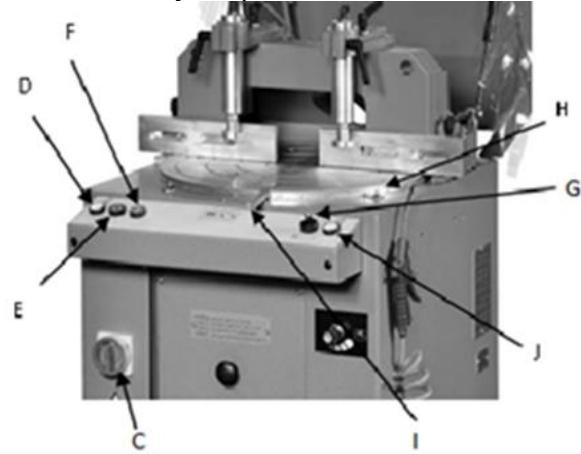
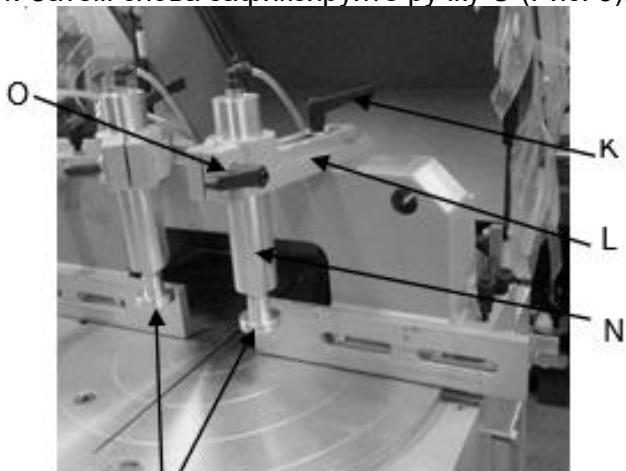

Рис. 4
Рис. 5
Панель управления (Рис. 4)
1. Включите главный выключатель C (Рис. 4).
2. Закрепите заготовку, повернув переключатель G (Рис. 4), который активирует прижимы M (Рис. 5).
4. Нажмите зеленую кнопку F (Рис. 4), чтобы запустить двигатель.
5. Нажмите одновременно обе кнопки D и J (Рис. 4), чтобы запустить отрезной диск и подачу смазки.
6. Разожмите заготовку при помощи переключателя G (Рис. 4).
9. Отключите двигатель при помощи кнопки E (Рис. 4).
1. Для горизонтальной настройки ослабьте фиксатор K (Рис. 5), затем надавите перпендикулярно на поршни N (Рис. 5) и прижим L (Рис. 5), пока они не займут требуемое положение, затем зажмите фиксатор K (Рис. 5).
2. Если требуется зажать заготовку меньшего сечения, ослабьте ручку O (Рис. 5) и потяните поршни N вниз (Рис. 5).
3. Если требуется зажать заготовку большего сечения, ослабьте ручку O (Рис. 5) и поднимите поршни N (Рис. 5) до тех пор, пока не сможете зажать заготовку.
4. Затем снова зафиксируйте ручку O (Рис. 5).
распыления тумана W (Рис. 8). Блок начинает работу автоматически при запуске пильного диска путем одновременного нажатия на кнопки запуска D и J (Рис. 4). Масло находится в баке X (Рис. 8). Регулярно проверяйте (каждые 24 часа), что масло находится на нужном уровне. (Используйте только масло).
1. Убедитесь, что главный выключатель С (Рис. 4) выключен.